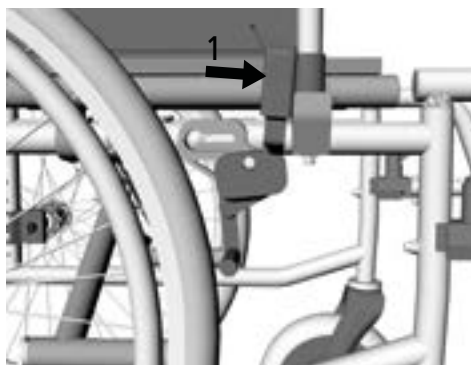

fig.12
1. Spingere la leva del freno in avanti per bloccare la ruota (1, fig. 12).